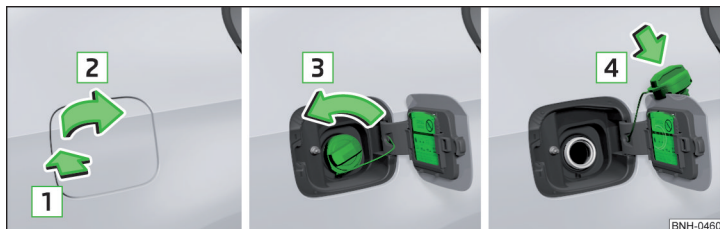

Abb. 229 Tankklappe aufklappen / Tankverschluss herausdrehen / Tankverschluss auf die Tankklappe stecken
- Auf die Tankklappe in Pfeilrichtung **1** drücken und diese in Pfeilrichtung **2** aufklappen » Abb. 229.